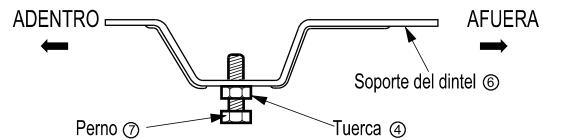

Fig. 3
3. Arme de modo flojo el soporte del dintel ⑥ usando las partes que se muestran en Fig. 3.